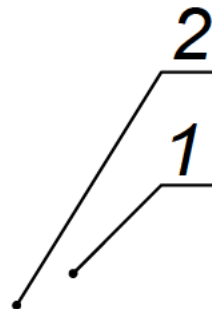

Рис. 8. Демонтаж воротника
- 1) отвернуть восемь винтов 1 и снять воротник 2 (см.Рис. 8);